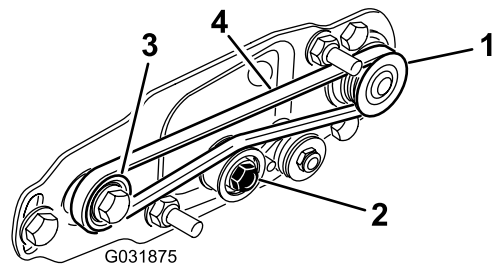

Bild 24
- A. Verlegen Sie den Riemen um die **Antriebsscheibe** und dann über die Oberseite der Spannscheibe (Bild 24).
- B. Verlegen Sie den Riemen von der **Antriebsriemenscheibe** ausgehend (Bild 24).